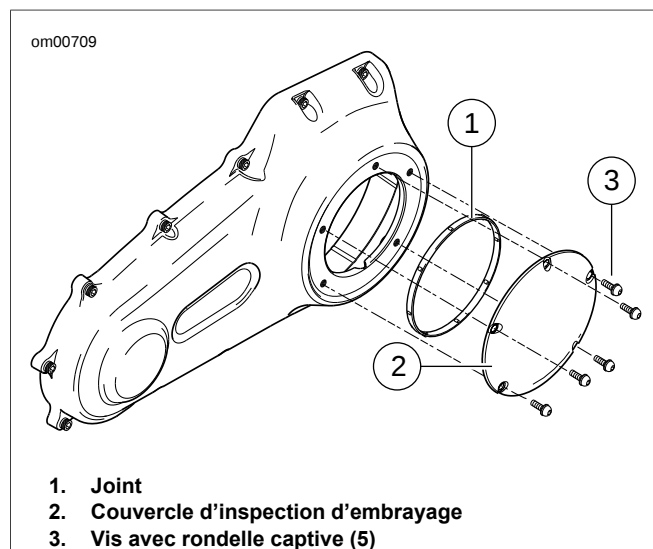
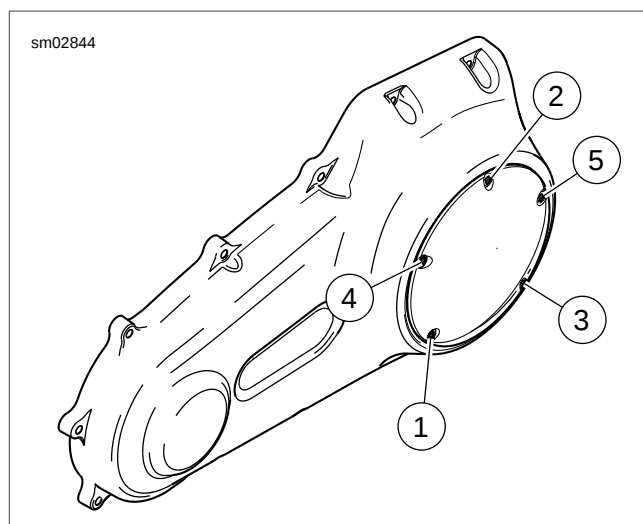

Figure 1-15. Couvercle d'embrayage
Figure 1-16. Séquence de serrage de couvercle d'embrayage
7. Voir Figure 1-15. Retirer les vis, les rondelles captives (3) et le couvercle d'inspection d'embrayage (2).
8. Retirer le joint (1). Essuyer l'huile de la rainure du couvercle du carter de chaîne et de la surface de montage.
- b. Voir Figure 1-15. Placer un **nouveau** joint (1) dans la gorge du couvercle d'inspection d'embrayage. Enfoncer chaque patte du joint dans la gorge.
- c. Fixer le couvercle d'inspection avec les vis et les rondelles captives (3).
- d. Voir Figure 1-16. Serrer en utilisant la séquence indiquée, à un couple de 9,5 à 12,2 N·m (84 à 108 lb·po).
- b. Voir Figure 1-15. Positionner le joint (1) dans la rainure du couvercle du carter de chaîne primaire et enfoncer chaque « patte » du joint dans la rainure. Les « pattes » vont maintenir le joint en place.
- c. Voir Figure 1-16. Introduire la vis avec la rondelle captive dans le couvercle d'inspection d'embrayage et la visser avec soin dans le trou de la vis du couvercle supérieur.
- e. Serrer alternativement les vis à un couple de 9,5 à 12,2 N·m (84 à 108 lb·po) en utilisant la séquence de serrage indiquée à la Figure 1-16.